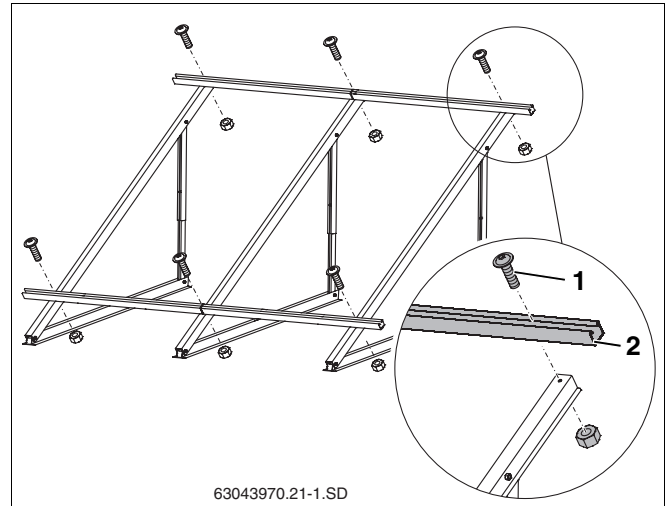

Fig. 34 Montage des rails profilés (ici : pour 2 capteurs verticaux)
- Visser les rails profilés prémontés (fig. 34, **pos. 2**) avec des vis M8x20 (fig. 34, **pos. 1**) sans serrer pour pouvoir les positionner plus facilement par la suite.